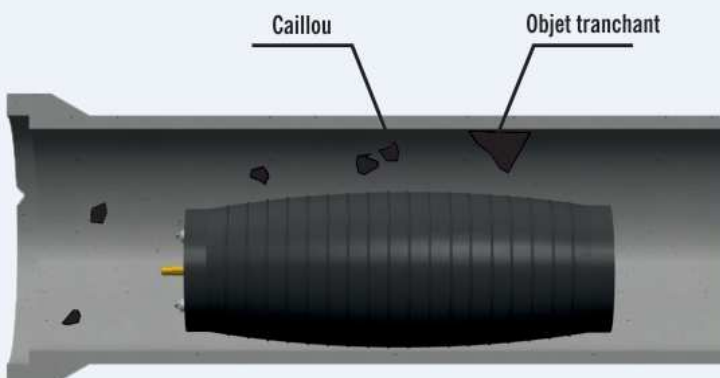

Figure 9
- [13] Ne gonflez jamais l'obturateur au dessus ou à proximité des objets tranchants (Figure 9) Retirez tous les objets tranchants, cailloux et tout corps étranger du tuyau avant d'insérer l'obturateur.